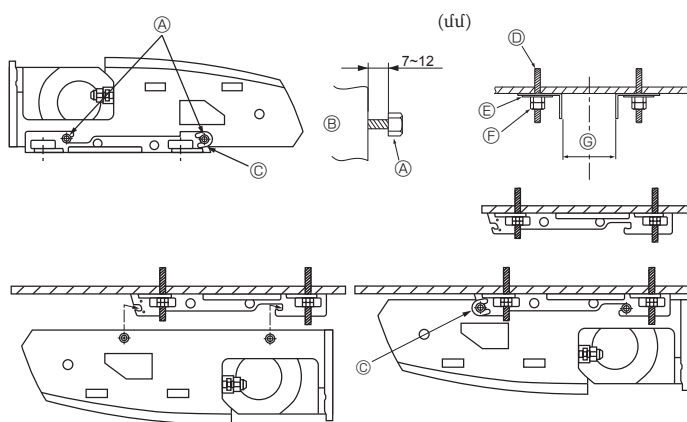

Fig. 3-6
2) Կախովի բարձակը նախ տեղադրեք առաստաղի վրա (Fig. 3-6)